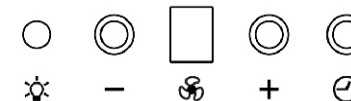

рис. 12
7.2.2 Электронный переключатель с цифровым индикатором скорости (рис. 12) имеет четыре кнопки управления без фиксации и цифровой индикатор, который показывает скорость вентилятора.